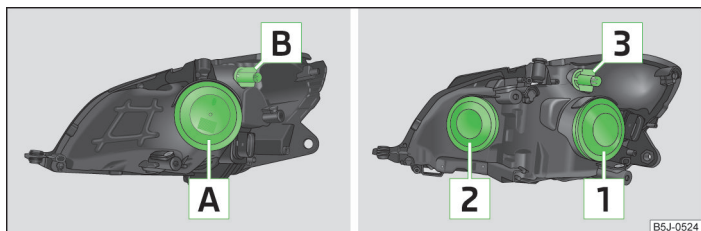

Fig. 154 Asignación de bombillas: Faros halógenos/faros proyectores halógenos
- Retire la tapa de goma  » fig. 154 de la página 204.
- Retire la tapa de goma **1** » fig. 154 de la página 204.
- Retire la tapa de goma **2** » fig. 154 de la página 204.
- Gire el portalámparas **B** » fig. 154 de la página 204 o el portalámparas **3** hasta el tope **en el sentido contrario** al de las agujas del reloj y sáquelo junto con la bombilla para la luz intermitente.
- Retire la tapa de goma **A** » fig. 154 de la página 204 o **2**.